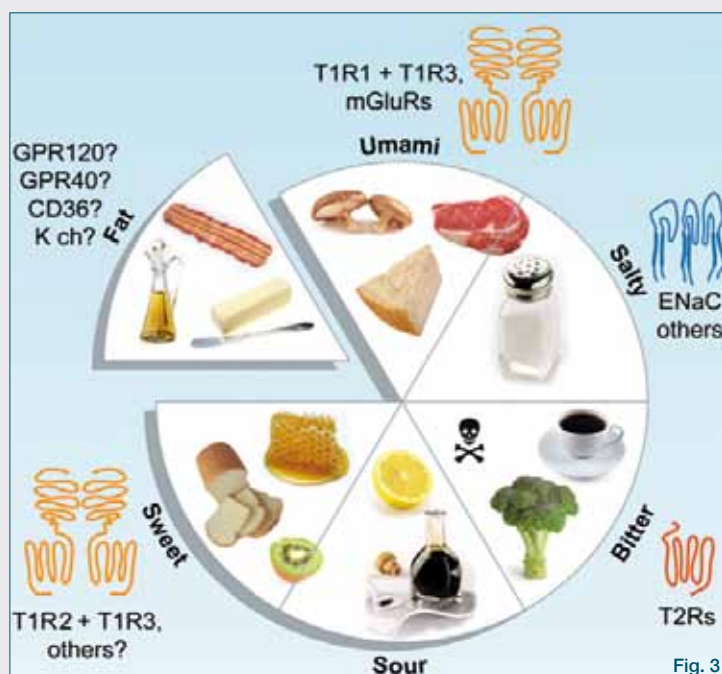

Fig. 3
altri cambiamenti che generano lo stimolo nervoso che viene poi trasmesso al cervello. Ci sono due tipi di recettori transmembrana importanti per il gusto che differiscono nel modo in cui il segnale è trasmesso all'interno della cellula e tradotto in stimolo nervoso: i canali ionici e i recettori accoppiati a proteine G (G Protein Coupled Receptors, GPCRs) (Fig. 3, da ref. 3). Appartengono alla classe dei canali ionici il recettore per il salato (sensibile allo ione Na^+ ed in misura minore a K^+) e il recettore per l'acido (sensibile allo ione H^+).